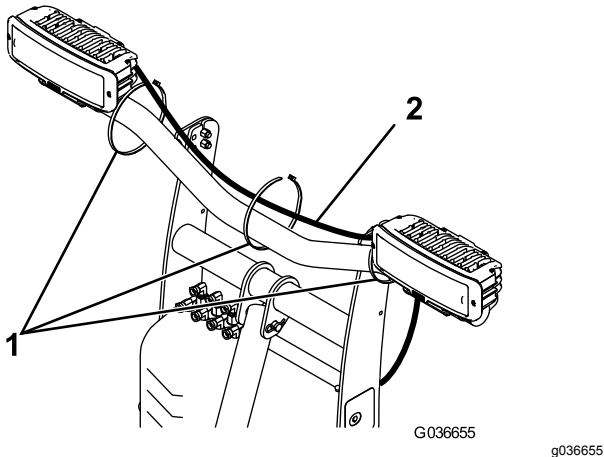

Figure 12
- Insérez les connecteurs de phare sur le faisceau de câblage à l'arrière du boîtier du phare (Figure 12). Le câble court se branche au phare gauche et le câble long au phare droit.
- Attachez le faisceau de câblage à la barre d'éclairage avec 3 serre-câbles, comme montré à la Figure 12.